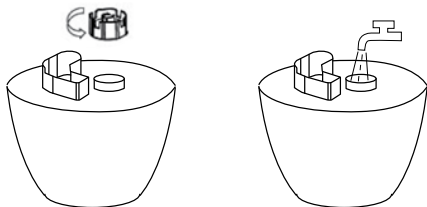

Рис. 2
2. Открутите крышку резервуара для воды против часовой стрелки и залейте воду в емкость (рис. 2). Температура воды не должна превышать 40 °С.